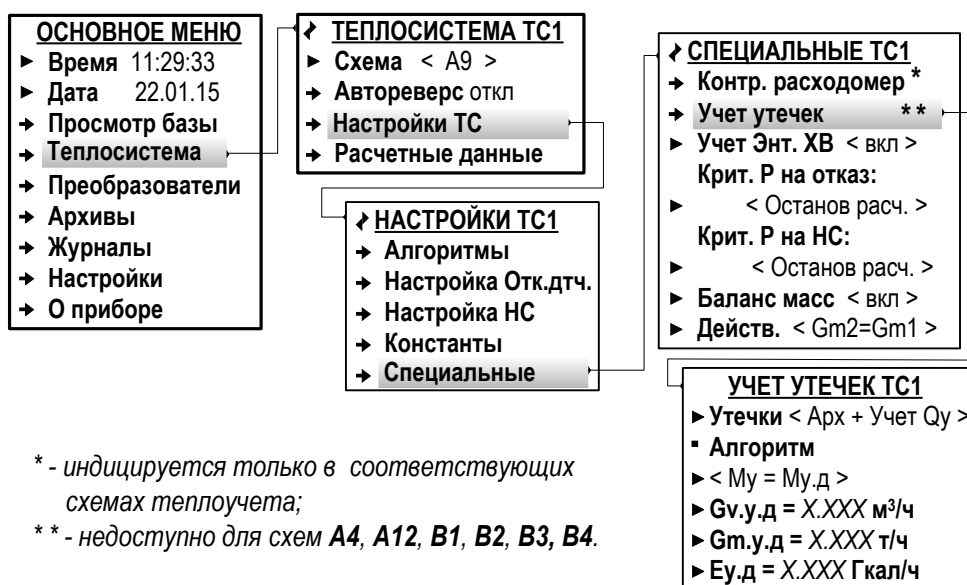

Рис.21. Вид меню «Учет утечек» (режим СЕРВИС).
7.4.8.1. В ТВ учет утечек не предусмотрен для схем теплоучета **A4, A12, B1, B2, B3, B4**. Для остальных схем теплоучета включение функции учета утечек выполняется в меню **Теплосистема / Настройки ТС / Специальные / Учет утечек** (рис.21).
7.4.8.6. Отключение функции учета утечек выполняется в меню **Теплосистема / Настройки ТС / Специальные / Учет утечек** (рис.21) после установки значения **Откл** для параметра **Утечки**.
- 7.4.9.1. В тепловычислителе предусмотрена функция **Баланс масс** в системе отопления (для закрытых схем теплоучета), позволяющая пересчитывать значения массового расхода в подающих (**Gm1, Gm3**) и обратных (**Gm2, Gm4**) трубопроводах контролируемых теплосистем. Включение функции происходит после установки значения **вкл** для параметра **Баланс масс** в подменю **Теплосистема / Настройки ТС / Специальные** (рис.21).